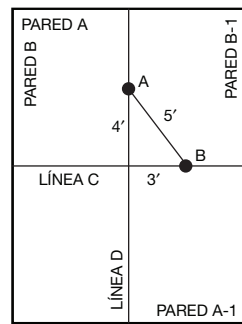

Figura 5
- Busque el centro de la habitación trazando una línea con tiza (D) desde el medio de la pared A hasta el medio de la pared A-1. Trace luego una segunda línea desde el medio de la pared B hasta el medio de la pared B-1 (Figura 5). Revise para garantizar que estén a escuadra en el centro de la habitación. Para hacer esto, mida 3 pies en la línea C y 4 pies en la línea D (Figura 5). La distancia diagonal entre los puntos A y B debe ser exactamente de 5 pies. Si la medida no es exactamente 5 pies, ajuste la línea C hasta que la diagonal mida exactamente 5 pies.